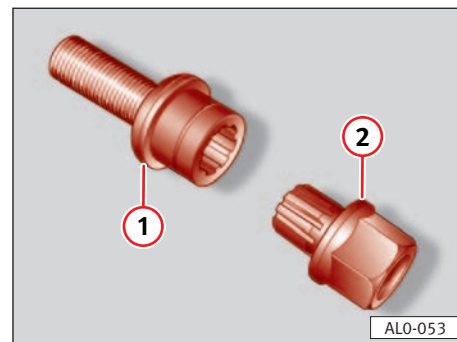

Fig. 179
- En primer lugar, introducir el adaptador ② hasta el tope, en la muesca en forma de estrella del tornillo antirrobo ① ⇒ fig. 179.
- Colocar la llave de rueda (de las herramientas de a bordo) sobre el adaptador ②, hasta el tope, y aflojar o apretar el tornillo de rueda ⇒ capítulo “Cambio de rueda”.
- En caso de pérdida del adaptador ⇒ fig. 179 ②, podrá obtener un duplicado del mismo presentando la tarjeta-código (incluida en las herramientas de a bordo) en un Servicio Oficial SEAT.